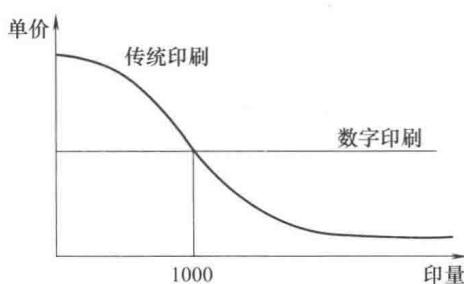

图 1-1 数字印刷与传统印刷出版价格比较
(2) 成本与价格比较 在传统印刷中，无论印量多少，印前成本都是固定不变的，只能靠增加印量进行成本的折算。而数字印刷的成本几乎不受印数的影响，无论印量是多少都不会影响单页的成本，因此不存在成本分摊问题。图 1-1 为数字印刷与传统印刷在价格方面的比较，由图可见，